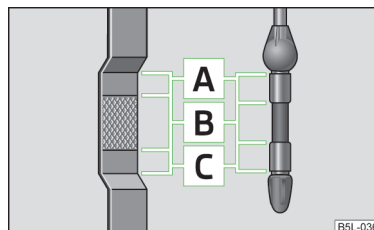

Fig. 127
- ¡Si el nivel de aceite se encuentra por encima de la zona **A**, » fig. 127 de la página 171 🚫 no siga conduciendo! Pare el motor y recurra a la asistencia profesional de un taller especializado.
La varilla de medición de aceite indica el nivel de aceite de motor » fig. 127.
- El nivel de aceite no debe sobrepasar nunca la zona **A** » fig. 127. ¡Existe riesgo de daños en el sistema de gases de escape!